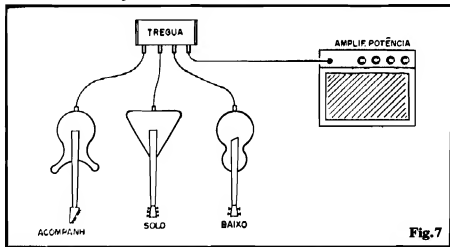

Fig.7
- FIG. 7 - USANDO O TREGUA - Já terá ficado mais do que óbvio, mas em todo caso o diagrama mostra a inter-conexão dos instrumentos, TREGUA e amplificador final de Potência... Quanto aos ajustes, trata-se de questão de gosto individual, ou das próprias necessidades dos arranjos musicais, etc. Os músicos de plantão, aqui no Laboratório de APE, recomendam a seguinte fórmula: